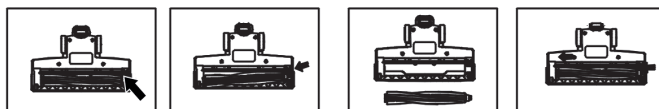

рис.2
- Переместите фиксатор (**21**), выдвиньте валик (**20**) – **рис. 2**, и очистите его. Для резки запутанных волос лучше всего использовать ножницы.
- После окончания очистки вставьте валик (**20**) в щетку (**9**) и заблокируйте с помощью фиксатора (**21**) – **рис. 2**.